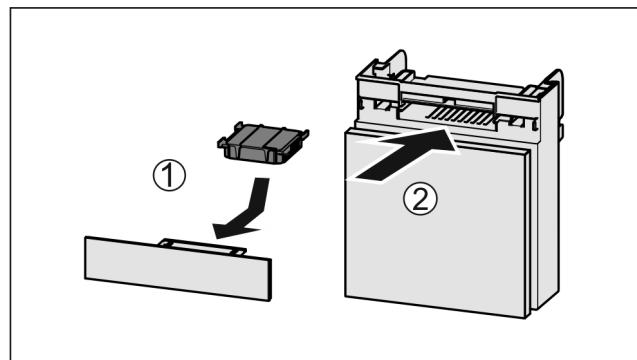

Fig. 137
- ▶ Поставете Fig. 137 (1) филтъра с активен въглен, както е показано на фигурата.
- ▶ Вкарайте Fig. 137 (2) отделението.